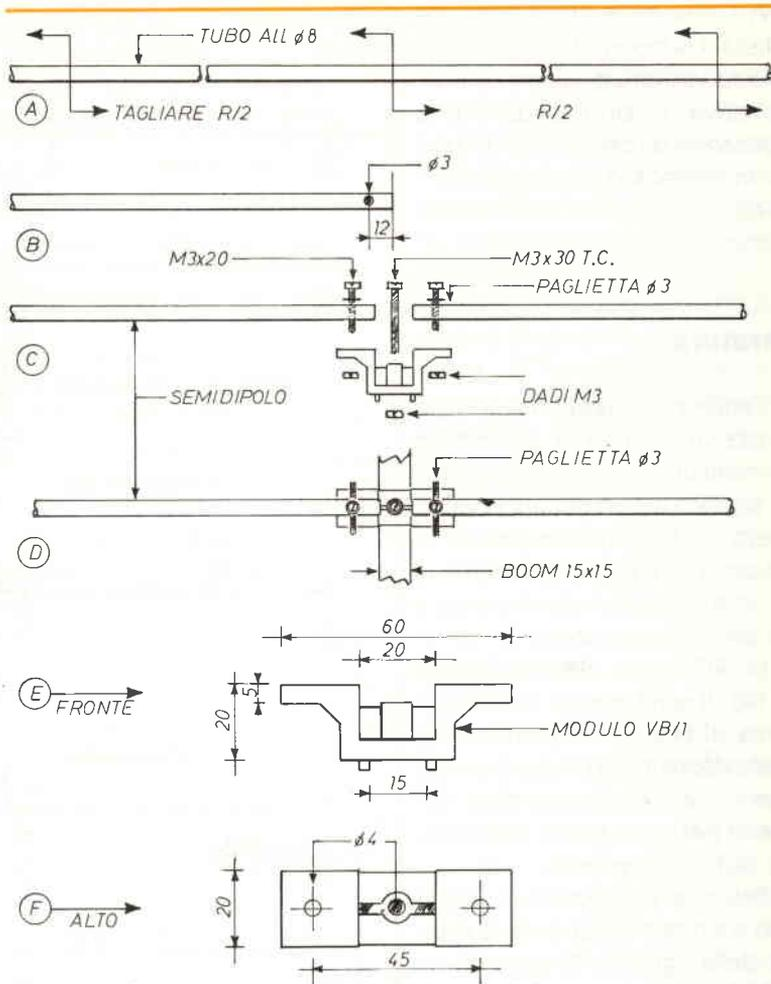

figura 2 - Assemblaggio dipolo attivo.
Il procedimento è schematizzato in fasi successive nella figura 2. È stato scelto il tubo di alluminio \varnothing 8 mm solo per motivi di resistenza.
N.B. A parte sono riportate le misure del supporto in plastica; figura 2/E/F. Tenere presente questi dati nel caso di soluzioni alternative.